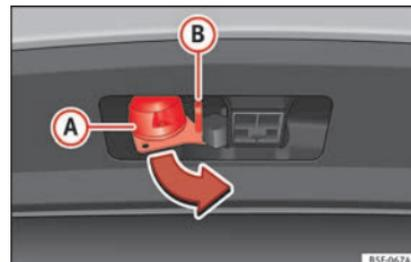

Fig. 244 Girar el conector de 13 polos »»
» **fig. 244.**
• Agarre el conector de 13 polos por la zona **A** e introdúzcalo en el sentido contrario al de la flecha » **fig. 244.**
El ojal de seguridad **B** » **fig. 244** sirve para enganchar el cable de retención del remolque.